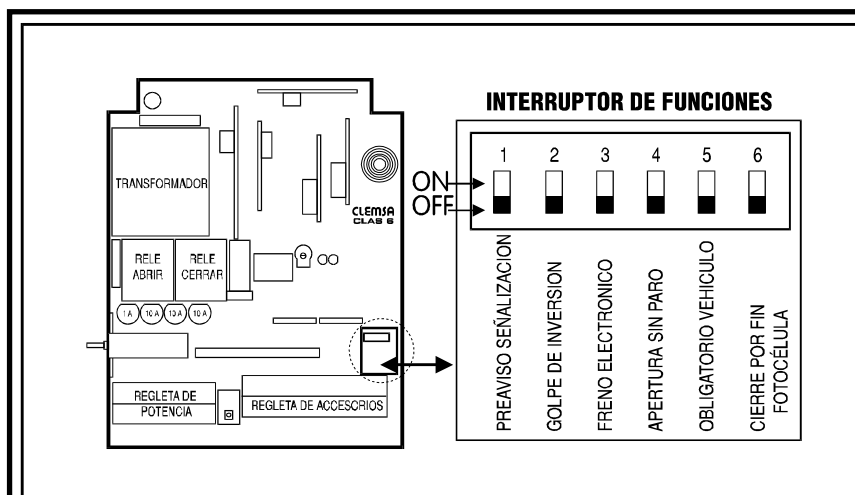

Fig.7.
En primer lugar conecte el Cuadro a todos sus accesorios, según se ha detallado en las páginas anteriores. Las entradas de contacto normalmente cerradas (N/C) deben estar conectadas o puenteadas. Si la corriente de entrada es monofásica puentee 1 y 3. A continuación, seleccione en el interruptor de funciones (fig. 7.) aquellas que desee.
- **Obligatorio el acceso en vehículo.** Si no hay un vehículo sobre el lazo, la puerta no abrirá. Esta función se programa de la siguiente manera: Active el interruptor **5** del interruptor de funciones del Cuadro (fig. 7.). Active también el interruptor nº 2 (presencia) de la tarjeta TLM. Coloque en el suelo 2 lazos magnéticos en el lugar que deben ocupar los vehículos para entrar y salir, según las instrucciones que se suministran con la tarjeta TLM. Conéctelos en serie o paralelo (según la instalación), a los bornes 4 y 5 de la Tarjeta TLM .